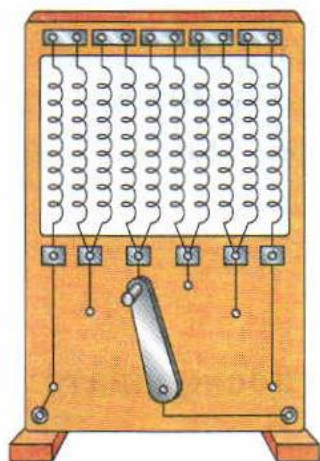

Рис. 77
2. Если каждая спираль реостата (см. рис. 77) имеет сопротивление 3 Ом, то какое сопротивление будет введено в цепь при положении переключателя, изображённом на рисунке? Куда надо поставить переключатель, чтобы с помощью этого реостата увеличить сопротивление цепи ещё на 18 Ом?